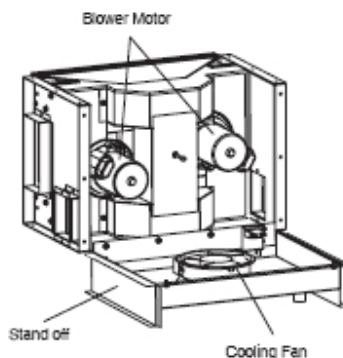

Рисунок 1-4. Узел вентилятора наддува
D. Вентилятор охлаждения – смотрите рисунок 1-4